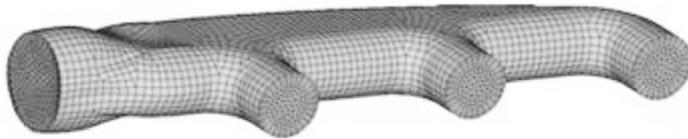

图 5-147 CFD 网格
(13) 设置四面体核心增长率 interpolate，这样就避免了在核心网中心生成过大的四面体单元的问题。
(14) 单击 mesh 按钮生成 CFD 网格，结果如图 5-147 所示。